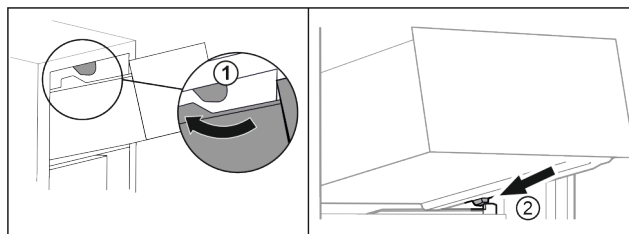

Fig. 65
- Schubfach um die oberen Stopper herumführen. Fig. 65 (1)
- Schubfach schräg hinter den unteren Stoppern auf Behälterrippe aufsetzen. Fig. 65 (2)